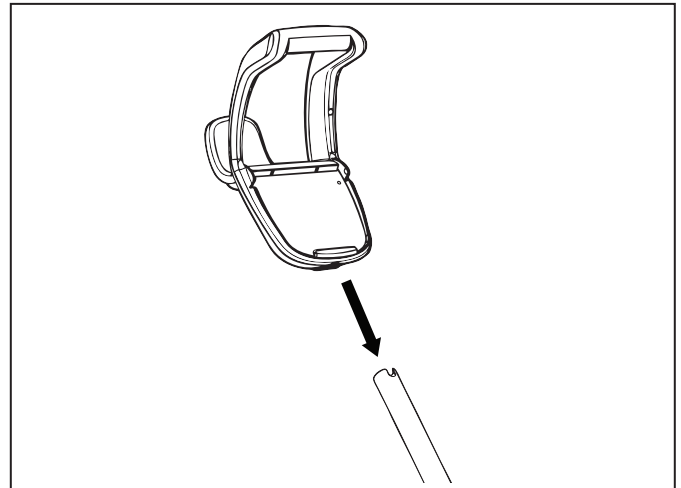

Figura 6. Sujete la manija del carrito
- Deslice la base de la caja de control/ accesorios de la manija del carrito sobre el tubo de metal hasta que calce en su lugar (Figura 6).